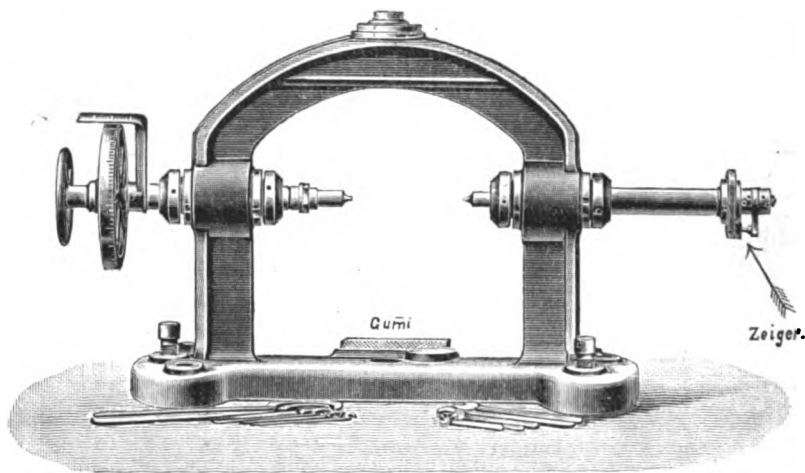

Fig. 1.
a) Werkstatt-Messmaschine von H. Hommel in Mainz. Die in Fig. 1 dargestellte Maschine gestattet Stärken bis zu 200 mm mit direkter Angabe einer Genauigkeit von $\frac{1}{500}$ mm zu messen. Dieselbe besteht aus einem geschlossenen